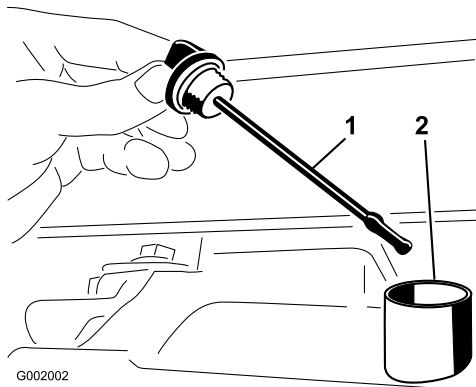

Figure 67
2. Retirez la jauge de la boîte-pont et essuyez-la sur un chiffon propre (Figure 67).